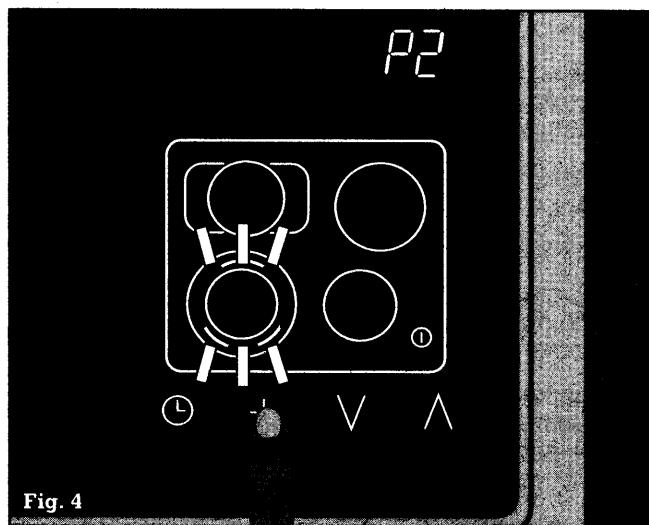

Fig. 4
- ... berør symbolet +. I timer-displayet lyser **P2**. I displayet for kogezone 1 (forrest til venstre) blinker symbolet for tilkoblingen (fig. 4).